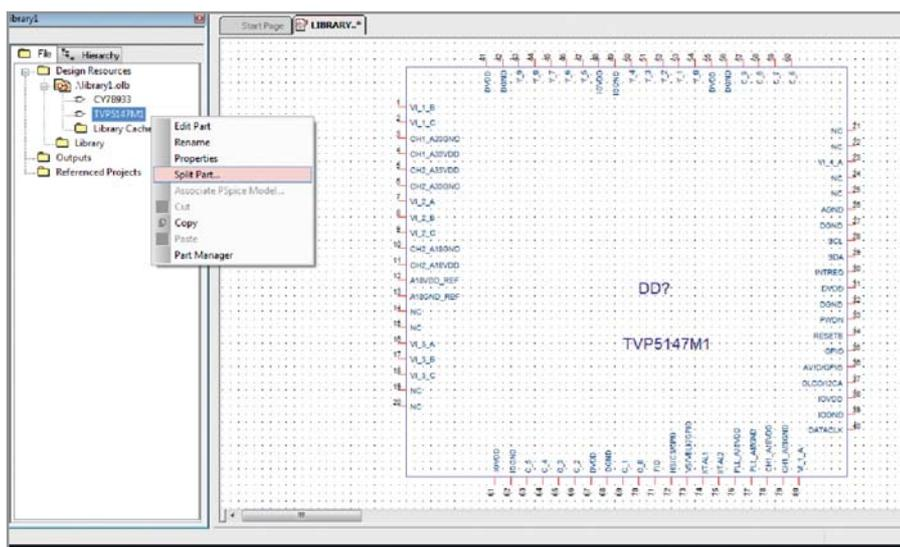

Рис. 15. Вид готового символа, полученного методом New Part From Spreadsheet
5. Заполним оставшиеся столбцы с помощью ЛКМ и Shift, как описано выше. Нажмём ОК. На экране появится ошибка, и программа предложит просмотреть её или продолжить сохранение без изменений. В результате в менеджере OrCAD Capture появится новый компонент, который можно отредактировать уже описанными способами (см. рис. 15).